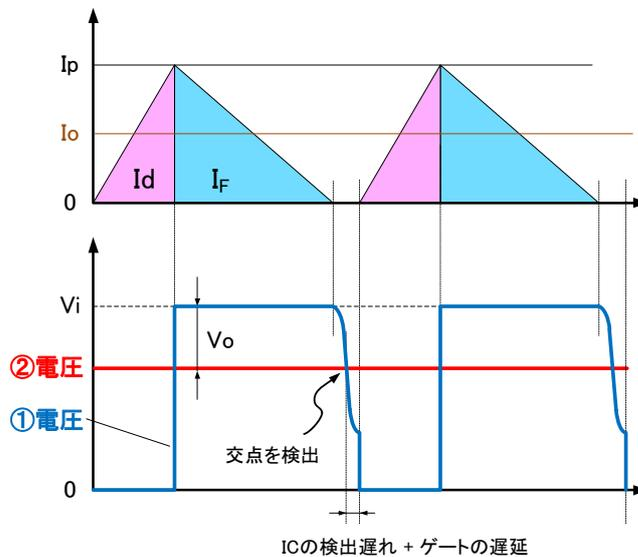

図 2 臨界型降圧チョップにおける MOSFET とダイオードの電流波形およびチョーク両端の電圧波形
MV1002SC は臨界型降圧チョップ方式の制御 IC であり、回路構成は図 1、MOSFET およびダイオードに流れる電流波形はそれぞれ図 2 の I_d, I_F となります。一般的な臨界型降圧チョップ回路は I_F がゼロになってから MOSFET がオンするため、ダイオードのリカバリ電流がほとんどなく、PWM 型回路に比べて低損失・低ノイズになります。その一方では、出力電流(LED 電流)の変化にともない発振周波数が大きく変化し、調光特性・効率が悪化するのが欠点です。
MV1002SC は、電圧変換された I_d を電流検出端子(CS 端子)で検出し、CS 基準電圧に達すると MOSFET をオフします(ピーク電流検出)。また、ダイオード電流 I_F がゼロになり S_{vout} 電圧が S_{vin} 電圧を下回ったことを検出(ゼロ電流検出)し、MOSFET をオンさせて臨界制御を行います。チョーク両端の電圧(図 2 の①と②)を抵抗分圧し S_{vin} 端子・ S_{vout} 端子に入力することで、補助巻線なしで臨界動作を実現できます。さらに、オフ時間変調機能により、調光時の周波数上昇を抑制することができます。深調光時にも安定した効率・調光特性を得ることができます。(P.19 5 項【調光特性について】参照)